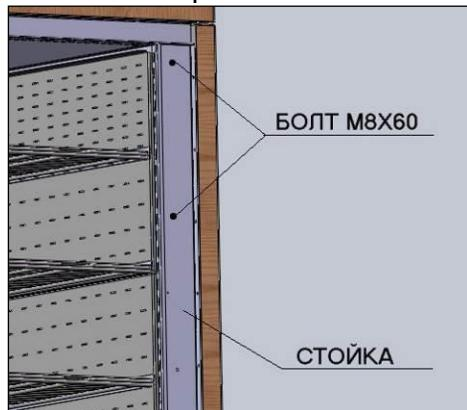

рис. 3
3. Стянуть витрины между собой болтами M8X60 отверстия в стойках JASON SE(рис.3); через 4 отверстия в вертикальной части рамы винтами впоптай и через отверстия в нижних траверсах стоек болтами M8X60 (рис. 6); через траверсу KRIOS болтами M8X60 и через стойку основания шпилькой M8X420 (рис. 7)